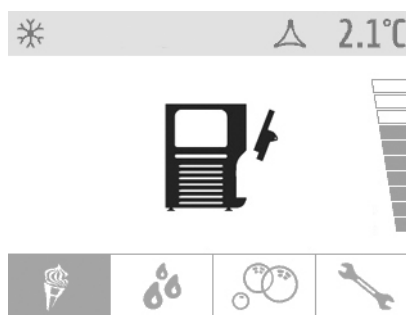

figura 1
- 2** No use el distribuidor si no está correctamente conectado a tierra. Si el grupo grifo no está instalado, el aparato no puede funcionar y en la pantalla se visualiza el ícono que representa el grupo grifo abierto (véase la figura 1).
Si el grupo grifo no está instalado, el aparato no puede funcionar y en la pantalla se visualiza el ícono que representa el grupo grifo abierto (ver figura 1).